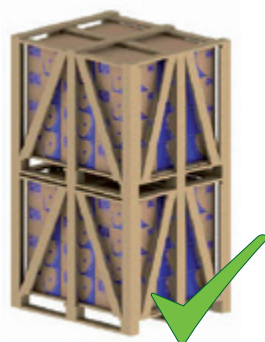
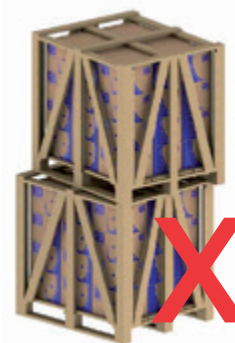

Figura 5.1 - Montagem adequada
Figura 5.2 - Montagem inadequada
- 2) Posicionar corretamente uma embalagem sobre a outra (ver Figura 5.1 e Figura 5.2);